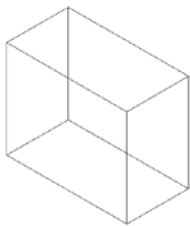
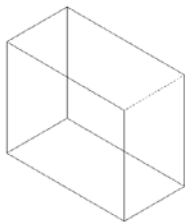

图 11.81 原图
图 11.82 选择圆角边
- (1) 启动 AutoCAD 2012, 绘制如图 11.81 所示的图形。
- (2) 选择【修改】/【圆角】命令。
- (3) 选择第一个对象, 如图 11.82 所示。